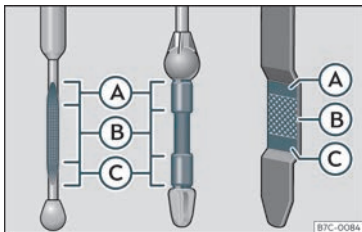

Fig. 186 Asta di misurazione livello olio motore.
- In seguito, estrarla di nuovo e controllare il livello dell'olio» **fig. 186**. Se necessario, rabboccare dell'olio.
- Quando il livello raggiunge almeno la zona >>> **fig. 186 (B)**, avvitare attentamente il tappo del bocchettone di rifornimento >>> **!**.
Se il livello dell'olio si trova al di sopra della zona >>> **fig. 186 (A)**, non avviare il motore. Pericolo di danni al motore e al catalizzatore! Rivolgersi presso un'officina specializzata.
Il livello dell'olio non deve in nessun caso essere al di sopra dell'area >>> **fig. 186 (A)**. L'olio in eccesso potrebbe altrimenti essere aspirato attraverso lo sfiato del basamento ed essere liberato nell'atmosfera attraverso l'impianto di scarico.